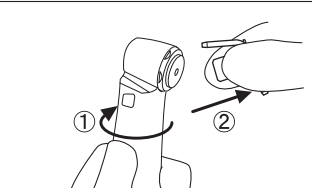

図15
- ハンドピースを時計回りに回して〔①〕注水ノズルを取り外します〔②〕。（図15）